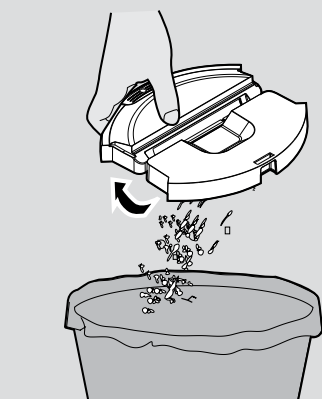
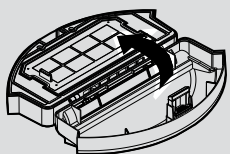

Fig. 8
Fig. 9
3. Töm dammbehållaren över en papperskorg. [Fig. 8]
2. Töm dammbehållaren. [Fig. 8] Öppna dammbehållaren, ta bort filternätet tillsammans med filtret, ta sedan bort EPA-filtret från filternätet och rengör dem separat. Monteringens görs i omvänd ordning, se till att filtret är korrekt monterat. [Fig. 9]